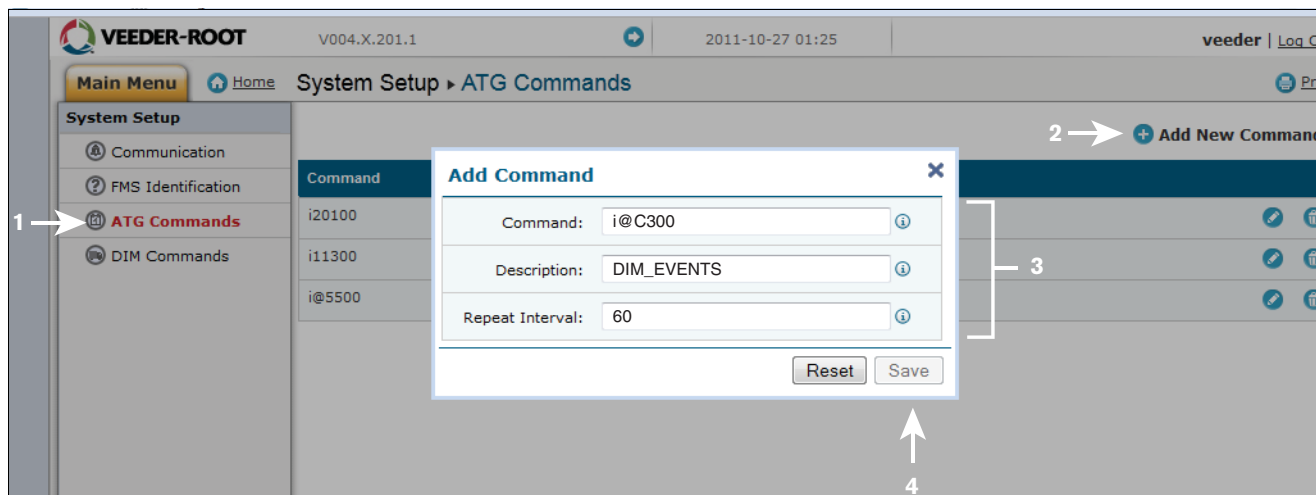

Figura B-6. Inserção de comandos ATG
9. Vá ao aplicativo “DLSetup” clicando na seta branca do círculo azul na parte superior central da tela (ver Figura B-6). Em “Configuração de Sistema”, clique em “Comandos ATG” (1 na Figura B-6). Depois, clique no texto “+ Adicionar Novo Comando” no canto superior direito da tela (2 na figura). Quando for exibida a caixa de diálogo “Adicionar Comando”, digite o comando “i@C300”, adicione a descrição “DIM_EVENTS”, defina o intervalo de repetição em “60” (3 na figura) e clique em “Salvar” (4 na figura).